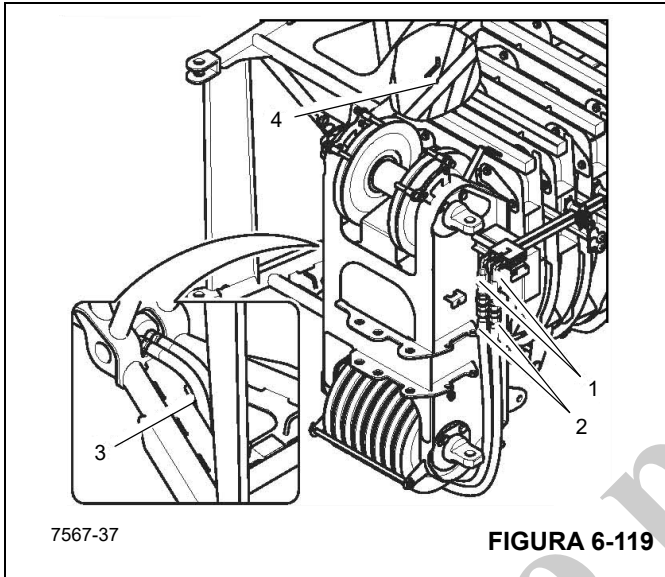

FIGURA 6-119
1. Si es necesario, ponga las conexiones (1), (Figura 6-119), en la posición para las operaciones de extensión de la pluma.
2. Retire la manguera (2), (Figura 6-119), de la abrazadera (4), (Figura 6-119).
3. Pase las mangueras hacia el lado izquierdo por la abertura inferior (3), (Figura 6-119), en la sección de 35 pies (10.5 m) bajo la cabeza de la pluma.
4. Retire las tapas protectoras de las conexiones (1), (Figura 6-119), y conecte las mangueras (preste atención al código de color).